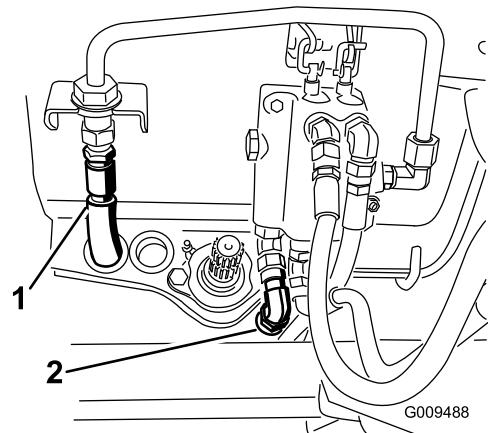

Рисунок 117
40. Подсоедините гидравлический напорный шланг к жесткому трубопроводу клапана и шланг бака к клапану (Рисунок 117).